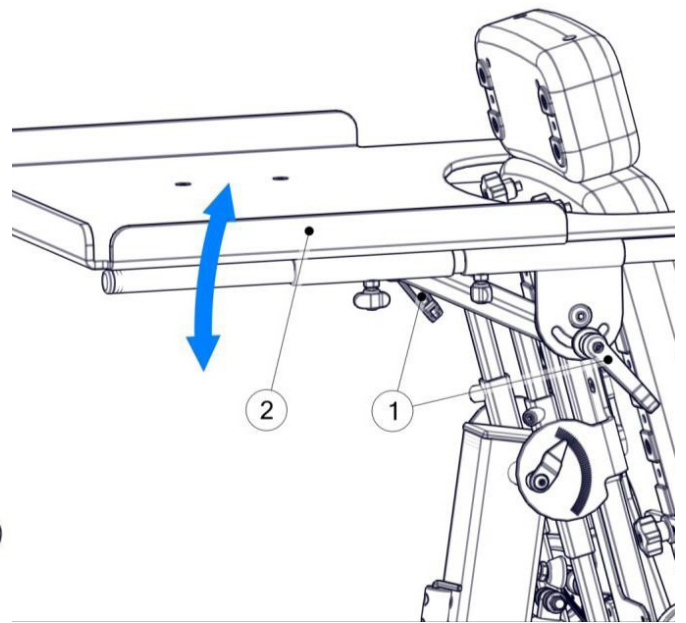

рис. 17
Чтобы отрегулировать угол наклона стола, ослабьте рукоятки (1) с обеих сторон стола (2), установите требуемый угол наклона и зафиксируйте положение, затянув рукоятки (1). Рис. 17.